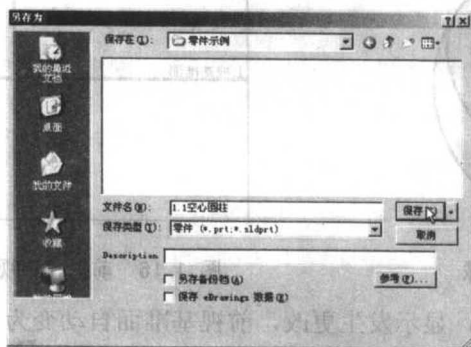

图 1.14 【另存为】对话框
- (16) 单击标准工具栏上的保存按钮，【另存为】对话框出现，在【文件名】文本框中输入“1.1 空心圆柱”，然后单击按钮，如图 1.14 所示。